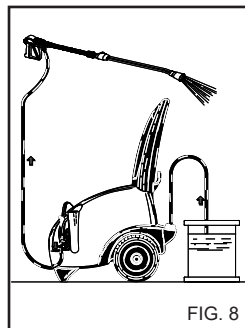

FIG. 8
Nach Benutzung eines Reinigungsmittels muß der Absaugzyklus mit sauberem Wasser nachgespült werden. (fig. 8).
1) Nach einem Waschvorgang mit Reinigungsmittel den Absaugzyklus nachspülen; das Absaugrohr (Fig.8) in einen Kanister mit sauberem Wasser stecken und die Pumpe bei völlig geöffnetem Dosierungshahn und bei Lanze in Reinigungsmittel-Abgabeposition eine Minute lang laufen lassen.
4) Nach einem Waschvorgang mit Reinigungsmittel den Absaugzyklus nachspülen; das Absaugrohr (fig.8) in einen Kanister mit sauberem Wasser stecken und die Pumpe bei völlig geöffnetem Dosierungshahn und bei Lanze in Reinigungsmittel-Abgabeposition eine Minute lang laufen lassen.